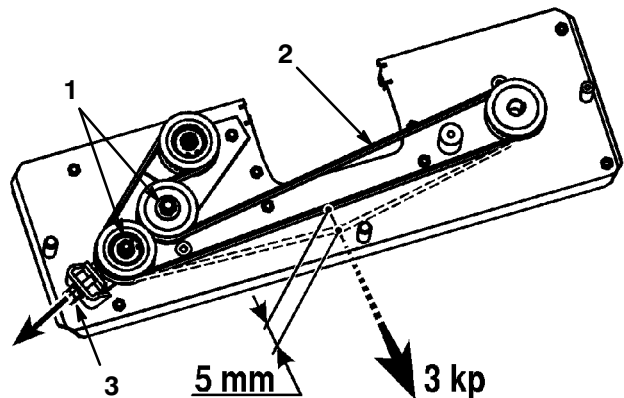

Abbildung 39
4. Die beiden Sechskantmutter an der Führungsrolle lösen (Abb. 39).
5. Die M10-Mutter so einstellen, dass der Riemen bei einer Kraft von 3 kp um 5 mm nachgibt (Abb. 39).